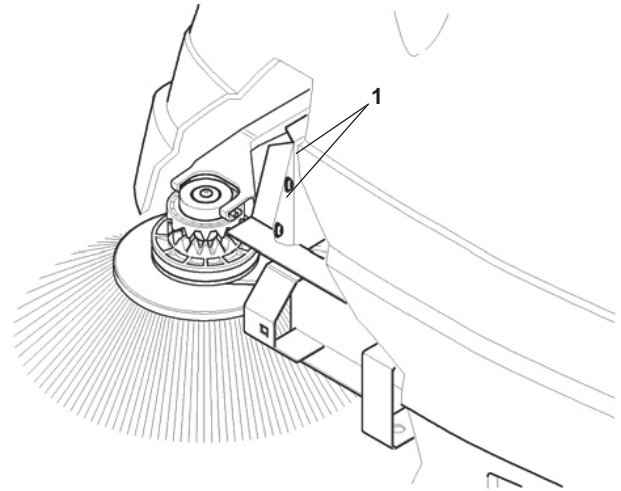

Fig. 6/A
De zijborstel wordt afgesteld door de schroeven los te draaien pos. 1 Fig. 6/A en door de borstel handmatig langs de sleuven op de gewenste hoogte te plaatsen. Nadat de hoogte is vastgesteld, draait u de twee schroeven vast.